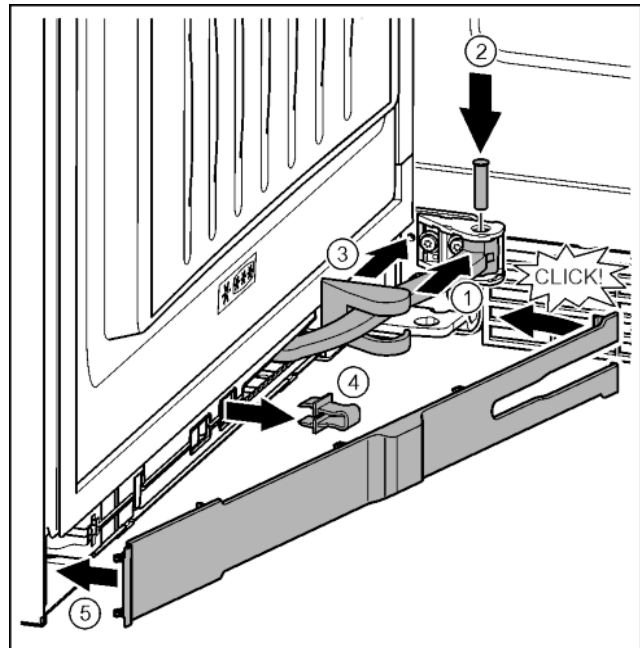

Fig. 46
- ▶ Gelenk in Aufhängung drehen. Fig. 46 (1)
- ▶ Bolzen mit einem Schraubendreher T15 in Aufhängung und Gelenk einsetzen. Dabei darauf achten, dass der Rastnocken korrekt in der Nut sitzt. Fig. 46 (2)
- ▶ Lagerbockabdeckung entlang des Gelenks schieben und über der Aufhängung montieren. Fig. 46 (3)
- ▶ Sicherung abnehmen. Fig. 46 (4)
- ▶ Blende griffseitig ansetzen und einschwenken. Fig. 46 (5)